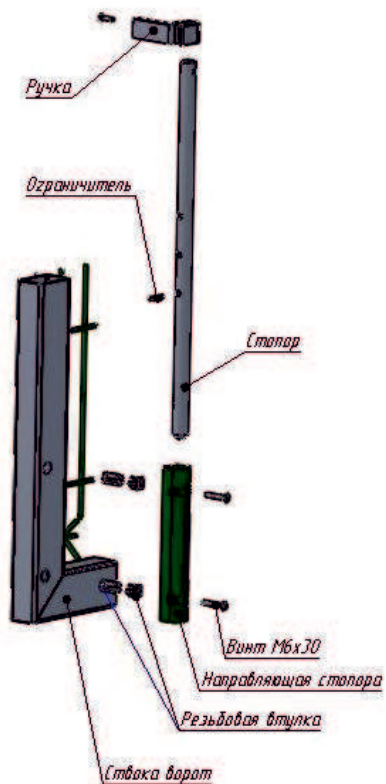

рис.10
2.4.3. Выполняем сборку стопора ворот (рис.10)